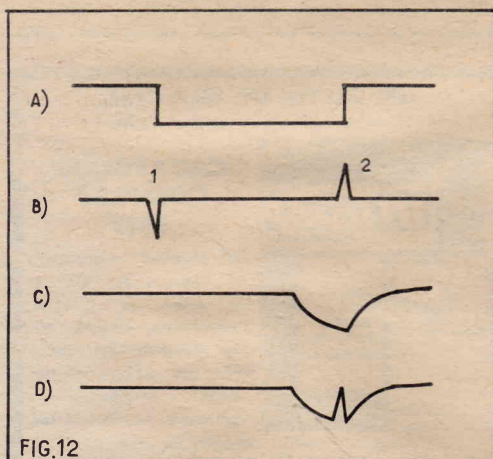

FIG. 12
Le signal en forme de créneau (A) figure 12 se place dans le temps comme suit : le début (partie descendante du signal rectangulaire) correspond au début du noir trame et à la fin de la dernière ligne. Ce créneau (A) est soumis à l'opération différentiation ce qui donne la forme (B) donc une impulsion négative pour la partie descendante et une impulsion positive pour la partie montante.
La même grille reçoit par le point  $X_2$  le signal résultant de l'intégration de signaux d'identification, en dents de scie. Ces signaux appliqués à la grille ont la forme (C) figure 12.
Les signaux (A), (B), (C) et (D) de la figure 12 correspondent au cas où tout se passe correctement.